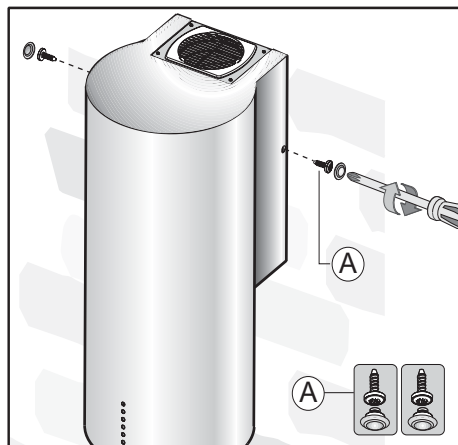

Fig.12
- Fixez d'abord les vis latérales **D** (indiquées fig. 12) qui fixent la hotte à la structure support, et ensuite les vis **A** (indiquées fig. 13) situées dans la partie inférieure de la hotte.